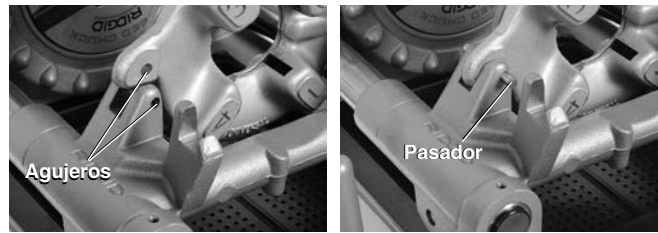

Figura 26 – Retención del cabezal de terrajas a la izquierda en su lugar
- Para mantener la posición, coloque un pasador de $\frac{5}{16}$ " y de 2" de largo a través de los agujeros en la base del carro y del cabezal de terrajas a mano izquierda (vea la Figura 26).